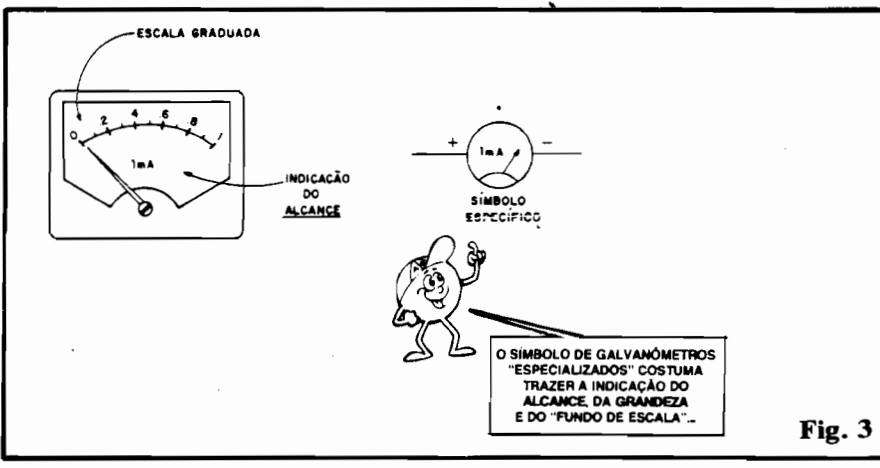

Fig. 3
- FIG. 3 - A SENSIBILIDADE, ou seja: a capacidade de promover um efetivo deslocamento angular do ponteiro, sob determinada Corrente transitando pela bobina, é também chamada de ALCANCE do galvanômetro. A fig. 3 mostra, à esquerda, uma escala graduada típica de galvanômetro comercial (no caso, um instrumento com ALCANCE de 1 mA...), com suas "divisões" (que permitem uma precisa leitura de valores intermediários - entre o "zero" e o "fim" da escala...) e com a indefectível indicação do ALCANCE, sempre nitidamente inscrito na própria escala, junto ao arco com as divisões... Notem ainda (direita da figura) que os símbolos mais específicos de galvanômetros **tra- zem**, sempre, também essa indicação de ALCANCE ou sensibilidade (nessa forma aparecem, nos "esquemas"...)...
deflexão angular do ponteiro. Sob nenhuma hipótese podemos ultrapassar ou “estourar” esses máximos, sob pena de dano elétrico (“queima”) ou mecânico (quebra) ao galvanômetro. Normalmente (ver fig. 3 - esquerda), o ALCANCE está indicado na própria escala do instrumento.